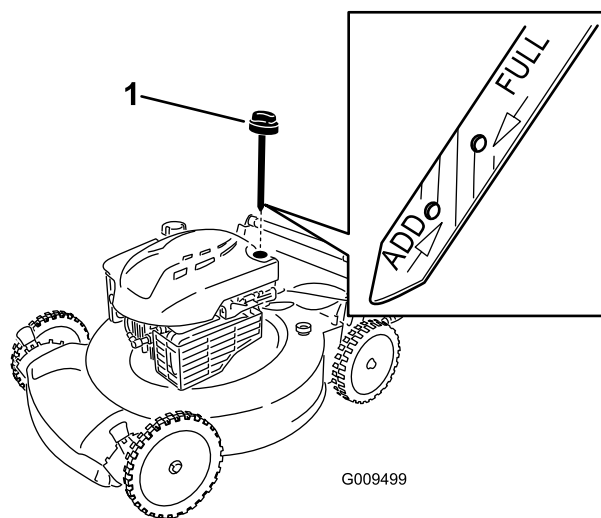

Figure 15
2. Retirez la jauge (Figure 15).
5. Vérifiez le niveau d'huile indiqué par la jauge (Figure 15).
répétez les opérations 3 à 5 jusqu'à ce que le niveau atteigne le repère maximum (Figure 15).